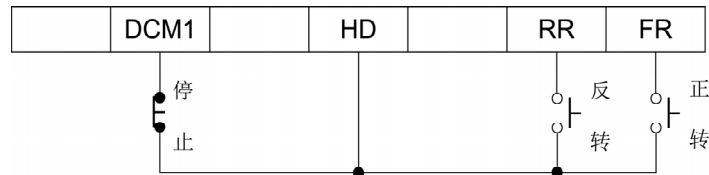

图6-1 运转信号保持电路
- (1) 用按钮式开关等瞬时接点开始运转和停止时，按图6-1所示进行布线，并请设定功能代码（多功能输入端子相关代码及Cd001=2）。